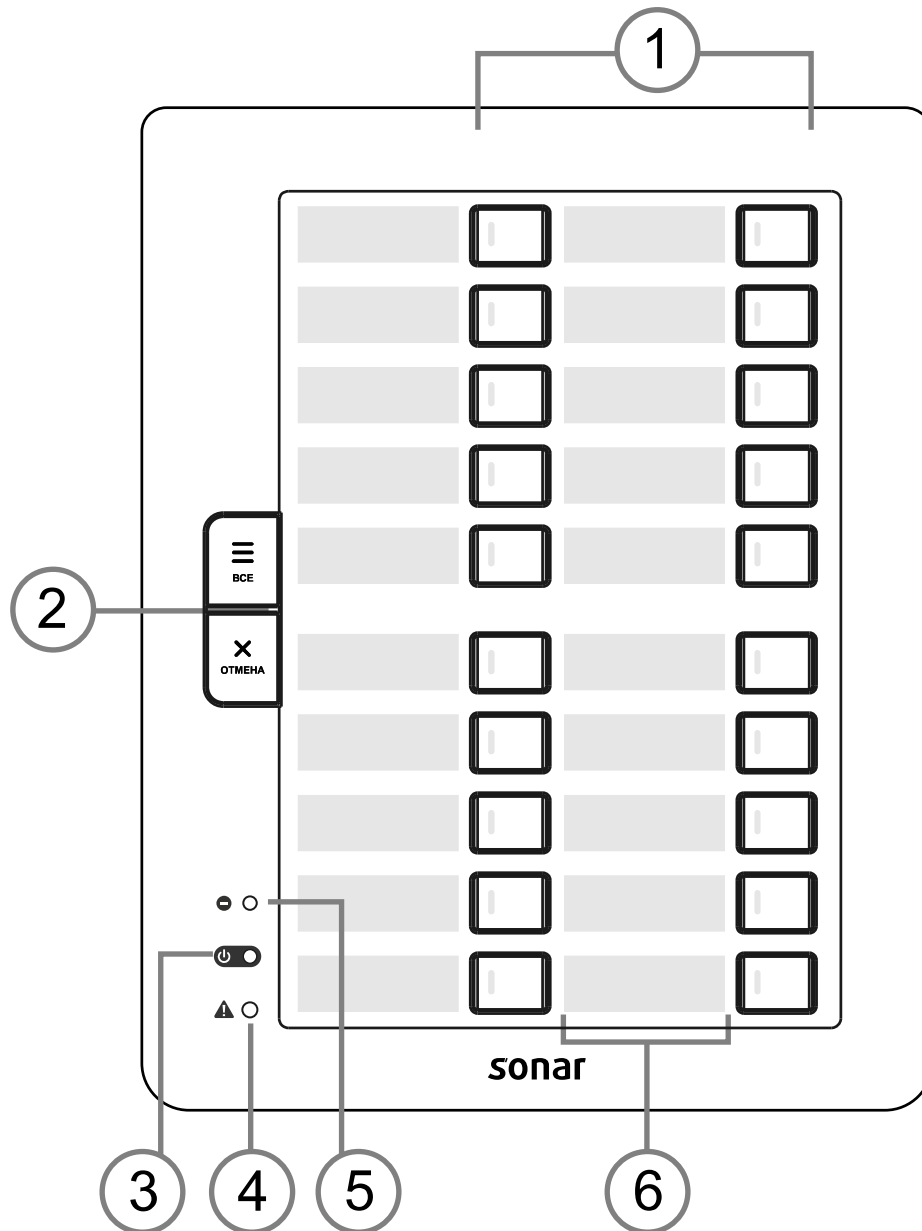

Рисунок 1
- 5.2 На лицевой стороне панели (*Рисунок 1*) расположены:
- ① – клавиши «1» – «20» выбора зон оповещения с индикаторами зеленого цвета выбранных зон оповещения;
- ② – спаренная клавиша «ВСЕ» и **X** «ОТМЕНА» – выбор всех зон оповещения одновременно, и отмена данного режима;
- ③ – индикатор зеленого цвета  питания панели;
- ④ – индикатор желтого цвета  неисправности панели;
- ⑤ – индикатор  «ЗАНЯТО» желтого цвета указывает, что идет трансляция с более приоритетного устройства;
- ⑥ – области для внесения информации о зонах оповещения, соответствующих клавишам панели.